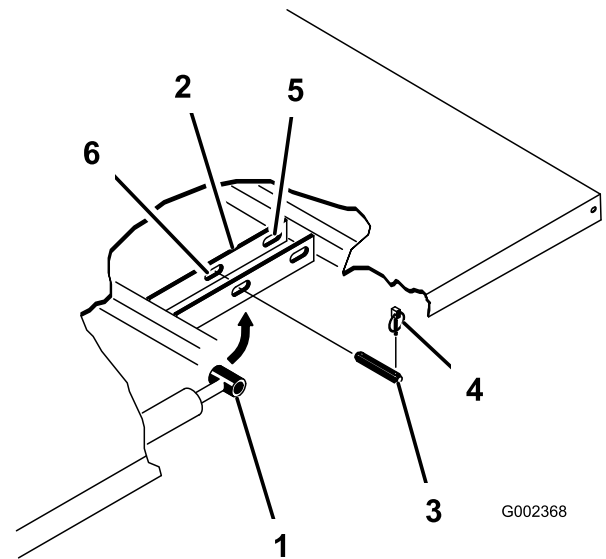

Рисунок 35
2. Удалите шплинты из наружных концов штифтов с отверстием под шплинт на штоках гидроцилиндров (Рисунок 35).